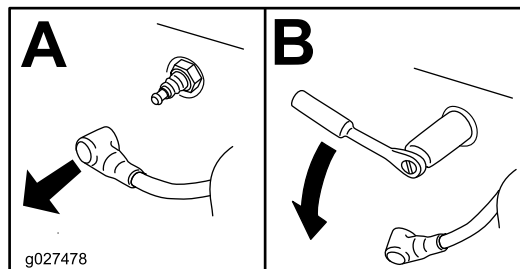

Figura 20
4. Rimuovete la candela (**Figura 20**).